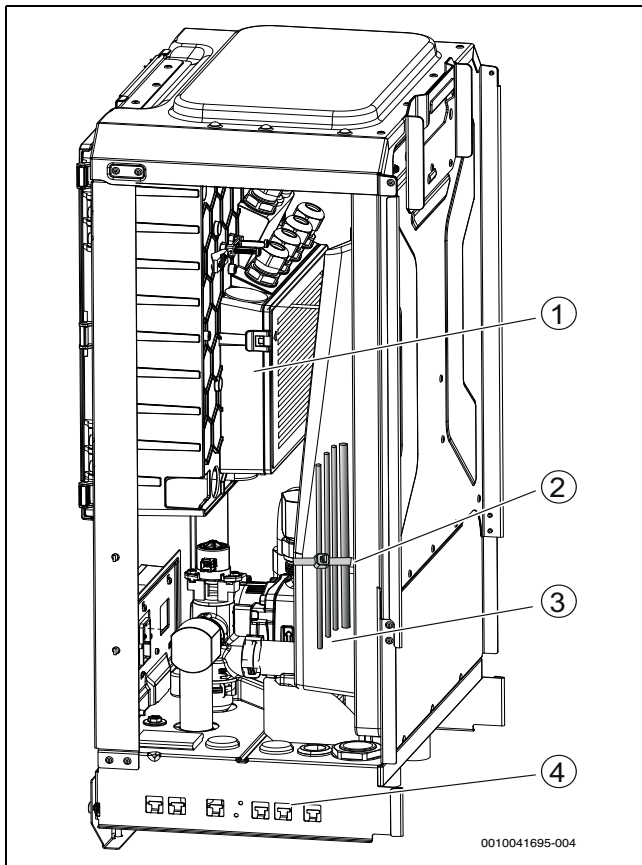

Bild 26 Kabelführung
- Kabel mit Kabelbindern an den Befestigungspunkten befestigen (→Abbildung [3], Abbildung 26 [2], [4]). Darauf achten, die Kabel nicht über Kreuz zu verlegen.
- Kabel in der Inneneinheit verlegen und befestigen (→Abbildung 26).